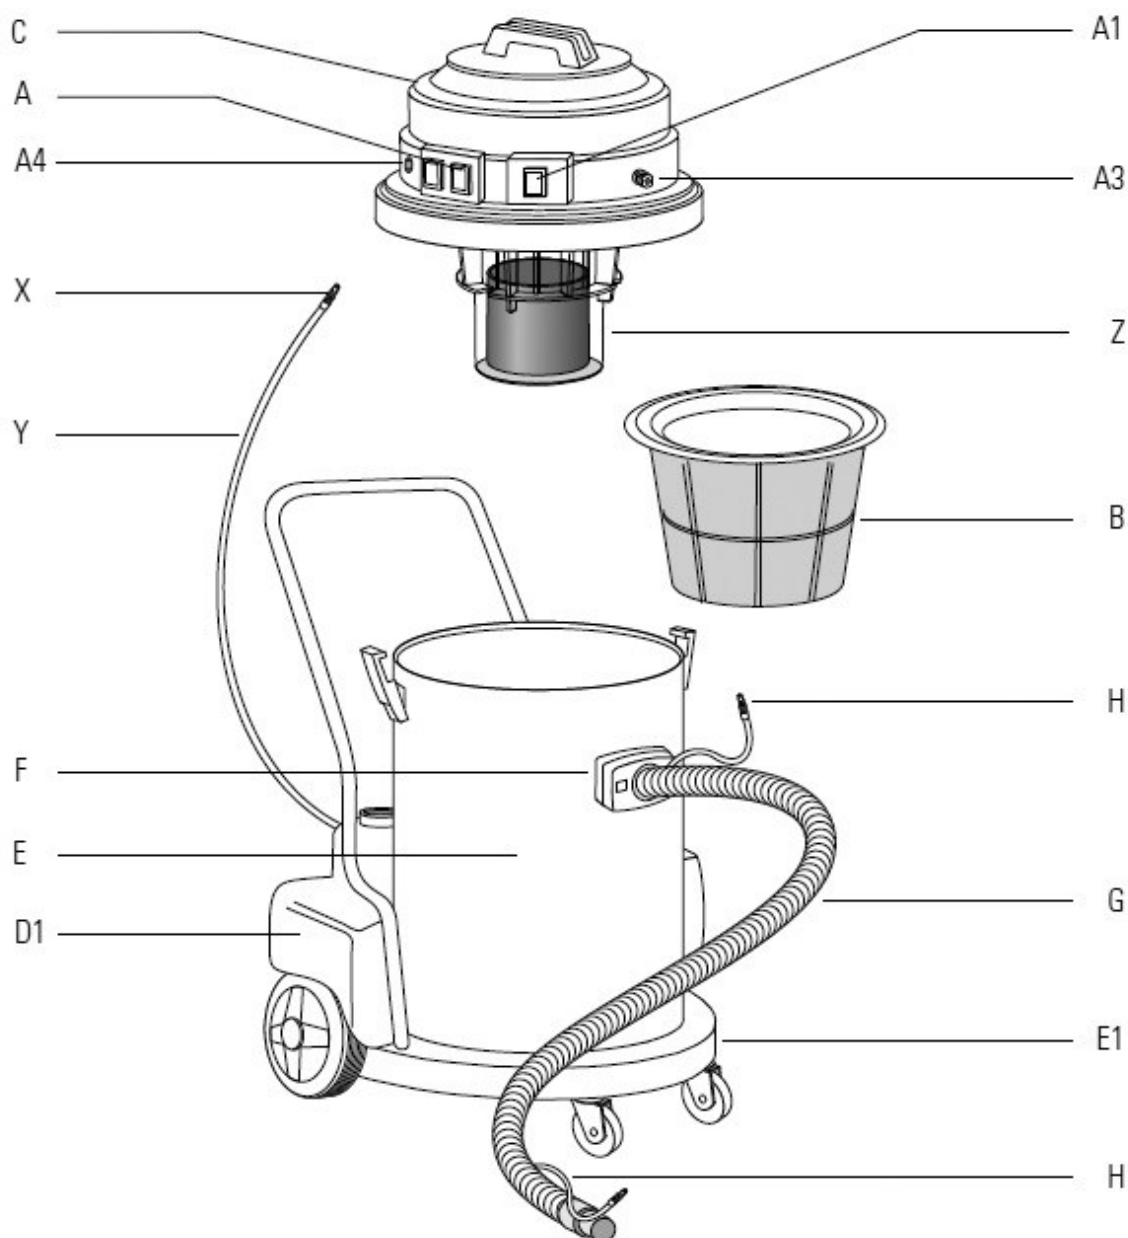
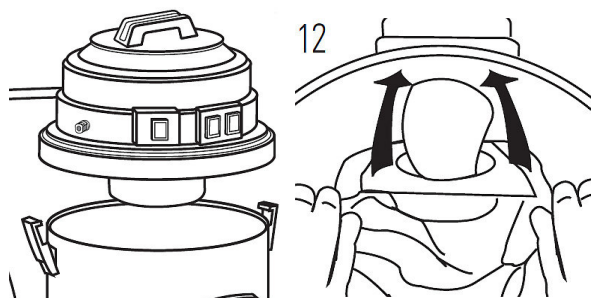
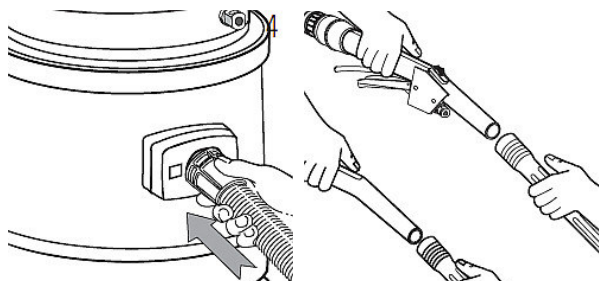

Abb. 3: Beschreibung des Spezialsaugers flexCAT 262-2 IEPD
Abb. 5: Montage des Kopfteils
Abb. 6: Verbindung mit dem Schlauch
- Schritt 3: Bauen Sie den Aspirationskopf C (Abb.5) auf den Behälter und verschließen Sie ihn mit Hilfe der Verschlusshebel. Achten Sie auf die Benutzung des Filterpapiers (Abb.5,12).
- Schritt 4: Verbinden Sie den flexiblen Schlauch G (Abb.3) mit dem Aspirationsschlauch F (Abb.3) und den Griff P (Abb.3). Zusätzlich ist es möglich ein Verlängerungsstück mit dem Schlauch zu verbinden. (Abb.6)
- Schritt 1: Entnehmen Sie den Filter B (Abb.3) vom Behälter E (Abb.3) und setzen Sie den Behälter mit Flüssigkeitsventil D (Abb.3) ein.
- Schritt 2: Bauen Sie den Aspirationskopf C (Abb.3) auf den Behälter und passen Sie ihn so an, dass der Sensor Y (Abb.3) im Tank eingelegt werden kann.
- Schritt 3: Den Flexschlauch G (Abb.3) mit dem Flexschlauch F (Abb.3) verbinden. Den Griff P (Abb.3) und das Verlängerungsstück verbinden.
Schritt 1: Entnehmen Sie den Filter B (Abb.3) vom Behälter E (Abb.3).
Schritt 2: Füllen Sie Wasser ins den Behälter mit Flüssigkeitsventil D (Abb.3) und setzen Sie ihn in ein.
Schritt 3: Bauen Sie den Aspirationskopf C (Abb.3) auf den Behälter und passen Sie ihn so an, dass der Sensor Y (Abb.3) im Tank eingelegt werden kann.
Schritt 4: Den Flexschlauch G (Abb.3) mit den Aspirations-schlauch F (Abb.3) verbinden. Den Griff P (Abb.5) und das Verlängerungsstück mit den Flexschlauch G (Abb.3) verbinden.
Schritt 5: Verbinden Sie die Schläuche K,H und N mit den Wasserhahn und die Endung von Schlauch H mit den Behälterkopf C eingerichteten Schnellanschluss A3 (Abb.3). Mit Hilfe der Clips den Schlauch H und N befestigen.
Schritt 8: Um Textilien oder Sofas zu Waschen, schalten Sie das Gerät aus und entfernen Sie P,O und N und ersetzen Sie es durch das Endstück I Abb.3.